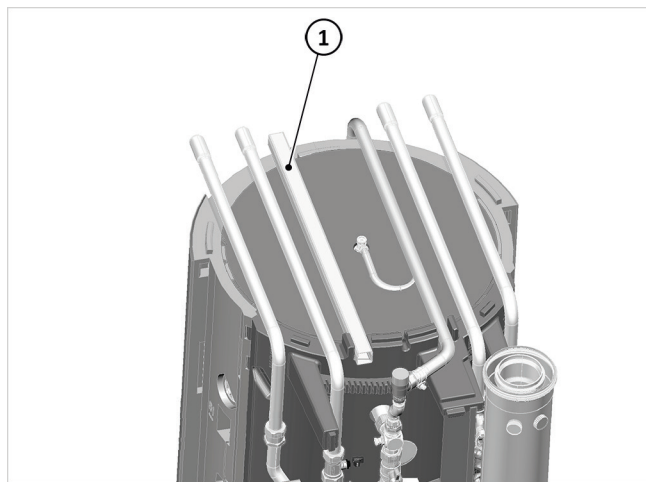

Fig. 98 : goulotte de câble
1. Faire sortir le câble Modbus du boîtier de raccordement à travers la goulotte de câble → fig. 98 (1) dans la zone du couvercle.